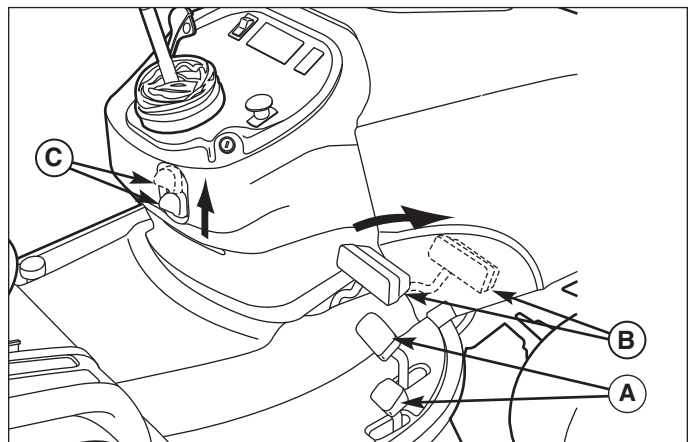

Figure 2. Serrage du frein de stationnement
Serrage du frein de stationnement - Voir la Figure 2. Pour verrouiller le frein de stationnement, relâcher les pédales de vitesse de déplacement (A), appuyer à fond sur la pédale de frein (B), TIRER le bouton de frein de stationnement (C) et relâcher la pédale de frein.
Desserrage du frein de stationnement - Voir la Figure 2. Pour desserrer le frein de stationnement, appuyer à fond sur la pédale de frein (B) et ENFONCER le bouton de frein de stationnement (C).